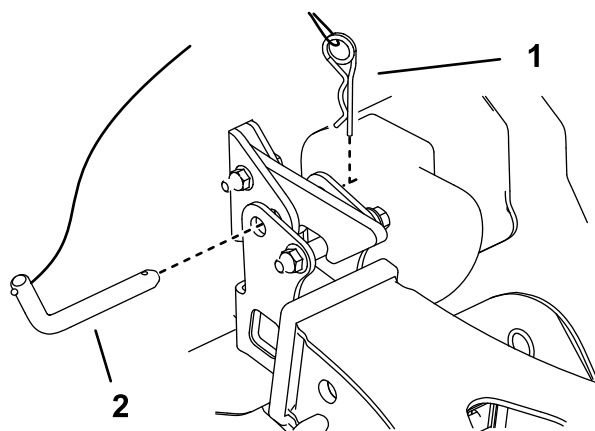

Figura 22
5. Retire el pasador de enganche y la chaveta que sujetan el conjunto del soplador al receptor de enganche (Figura 22).